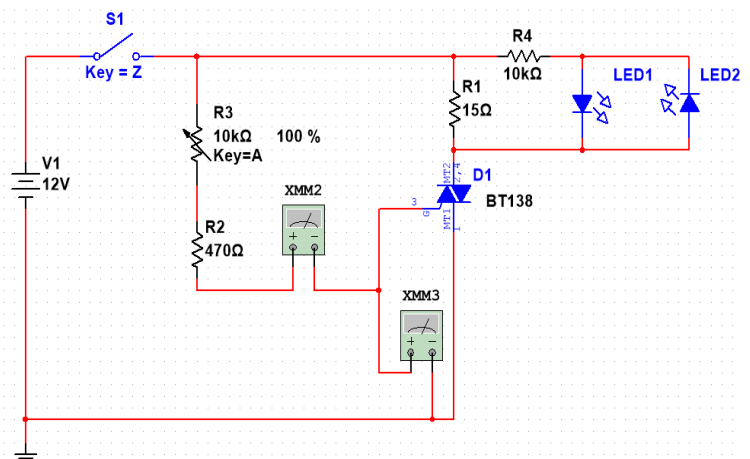

Figura 2
5. Implemente el circuito de la Figura 2 con el potenciómetro al 100%, donde XMM2 es un amperímetro en DC y XMM3 es un voltímetro en DC. Active el interruptor y ajuste gradualmente el potenciómetro hasta que se encienda el LED 1. Anote el voltaje y corriente:
6. Invierta la polaridad de la fuente del circuito de la Figura 2 y corrobore los voltajes de disparo ajustando el potenciómetro hasta que encienda ahora el LED 2.